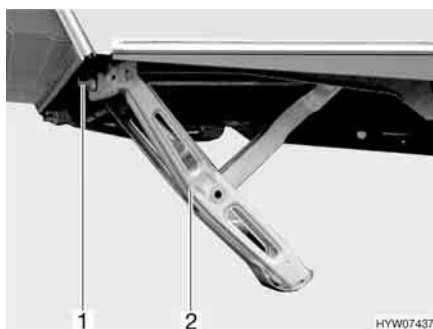

Fig. 18 Piedini di stazionamento a manovella abbassati
- Inserire la manovella in dotazione di serie nell'esagonale (Fig. 18,1) del piedino di stazionamento a manovella (Fig. 18,2).